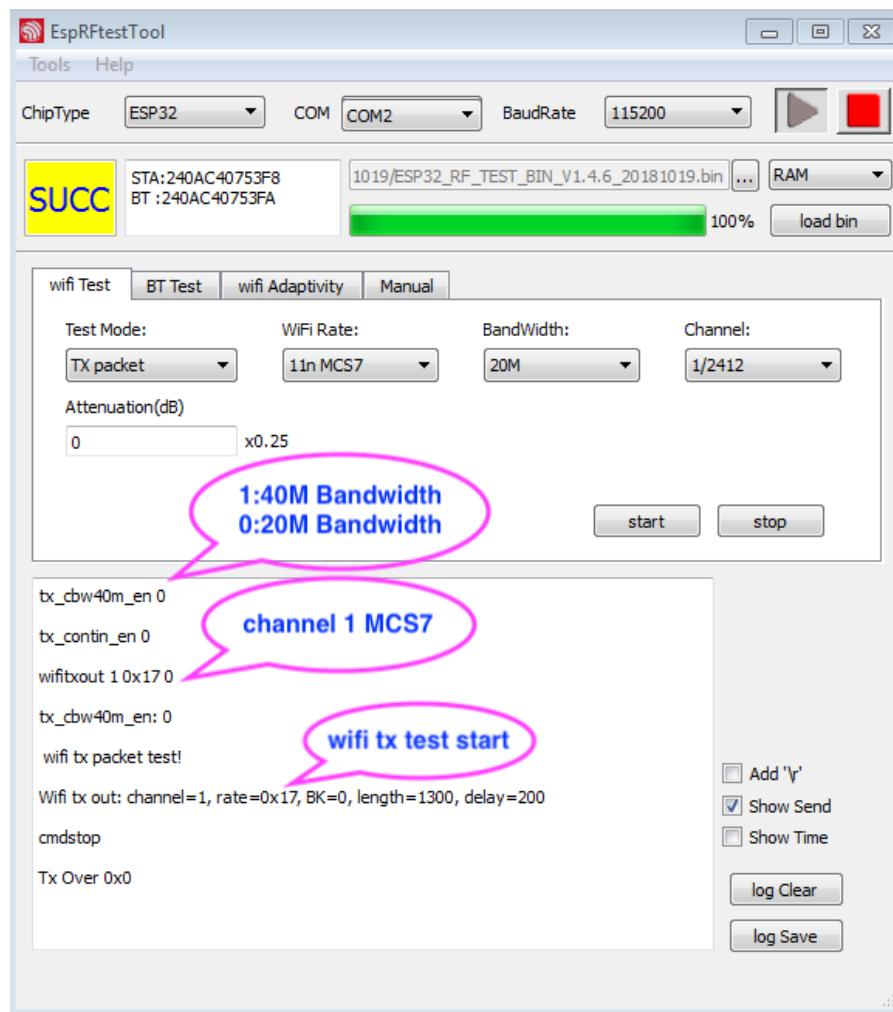

图 5-1. ESP32 日志界面
3. 例如，发包速率选择为 MCS7，带宽为 20 M，发包信道为 1 时，我们可按照图 5-1 选择各个选项，点击“*start*”，开始发包，在 log 打印信息栏可以看到打印信息。